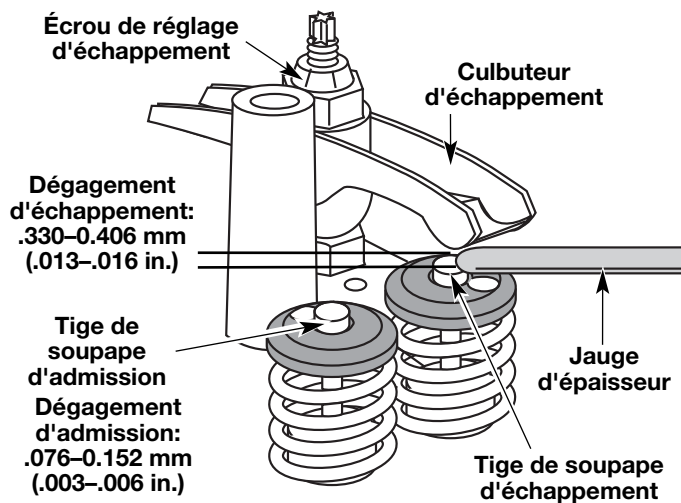

Fig. 67
Servez-vous d'une jauge d'épaisseur d'automobile standard de 0,127 et 0,381 mm (0,005 et 0,015 po). La jauge d'épaisseur devrait pouvoir glisser entre le culbuteur et la tige de soupape en rencontrant une faible résistance mais sans coller (Fig. 67).
- a. Tournez l'écrou de réglage à l'aide d'une clé de 8 mm (5/16 po) ou d'un tournevis à embout hexagonal (Fig. 67).